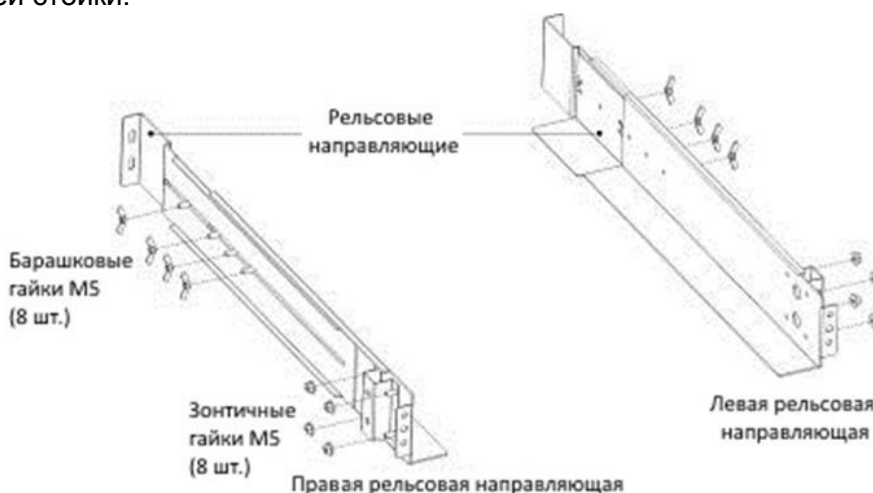

Рис. 4 Крепление рельсовых направляющих
1. Зафиксируйте левую и правую рельсовые направляющие у задних направляющих, как показано на Рис. 4. Не затягивайте болты. Отрегулируйте размер каждой рельсовой направляющей в соответствии с размером вашей стойки.
3. Затяните четыре зонтичных гайки M5 на краю рельсовой направляющей (см. Рис. 4).